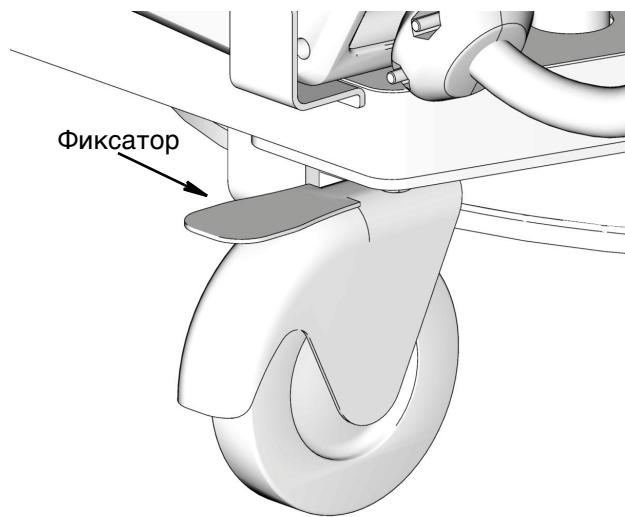

Рис. 35
- Заблокируйте колеса, чтобы тележка оставалась неподвижной во время эксплуатации (Рис. 35).